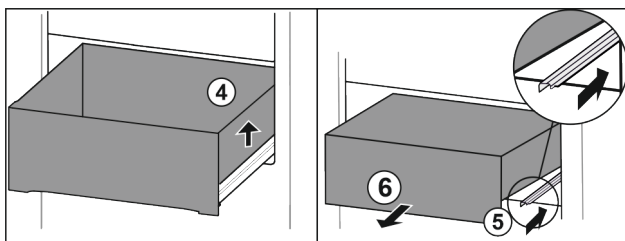

Fig. 75
- ▶ Повдигнете чекмеджето отдясно. Fig. 75 (4)
- ▶ Вкарайте дясната релса. Fig. 75 (5)
- ▶ Извадете чекмеджето напред. Fig. 75 (6)